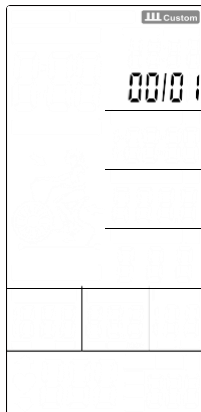

Abbildung 28
- ① Drücken Sie die Taste INTERVAL, um den Modus INTERVAL CUSTOM auszuwählen. Drücken Sie ENTER, um in diesen Modus zu gelangen. Danach wird **INTERVAL CUSTOM** mit den Signalen (1s) blinken. Drücken Sie UP/DOWN, um 00/XX im Bereich 1 ~ 99 einzustellen. Drücken Sie ENTER, um die Einstellung zu bestätigen. Ein Signal ertönt und dauert 1 Sekunde. Gehen Sie in weitere Einstellungen (Abbildung 28).